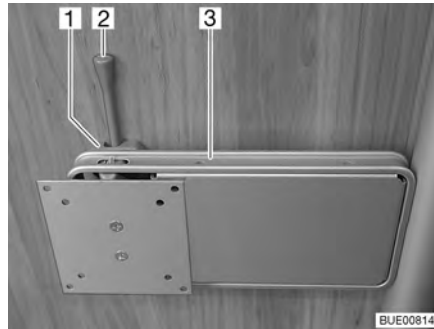

Fig. 51 Fijación en la columna
- Empujar la palanca de desbloqueo (Fig. 51,2) hacia el lado y girar el soporte (Fig. 51,3) junto con la pantalla plana a la posición deseada.
- Girar la pantalla plana hacia la posición inicial hasta que el soporte (Fig. 51,3) engatille en el bloqueo (Fig. 51,1).